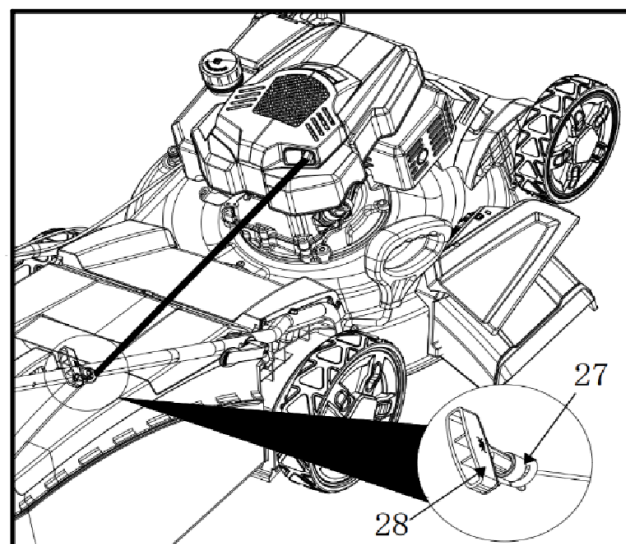

Рис. 12
3. Всегда устанавливайте рукоятку стартера (28) на крюк (27), расположенный на правой стороне ручки (2) (см. рис. 12), когда стартер не используется.